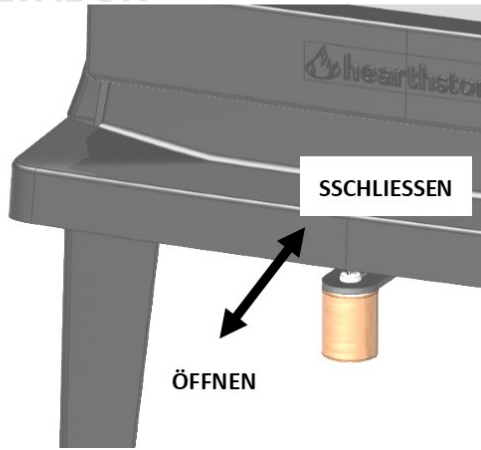

ABB. 5
Im Allgemeinen ist die Zwischenposition die optimale Position – abhängig von der Qualität und dem Zug des Kamins sowie der Art des verwendeten Brennstoffs (Hartholz oder Weichholz) (Abb. 5).
1. **Die Luftregelklappe des Holzheizgeräts vollständig öffnen (Abb. 5)**